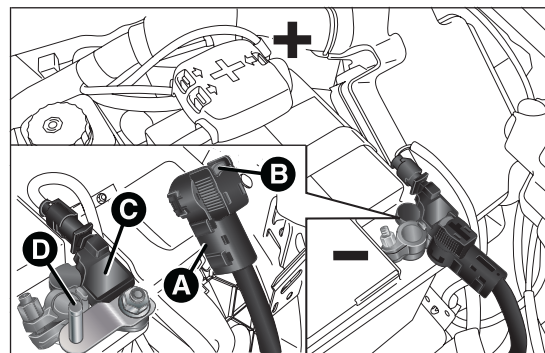

fig. 195
- débrancher le connecteur A fig. 195 (en appuyant sur le bouton B) du capteur C de contrôle de l'état de la batterie (installé sur le pôle négatif D de cette dernière) ;
- rebrancher le connecteur A fig. 195 au capteur C de la batterie.